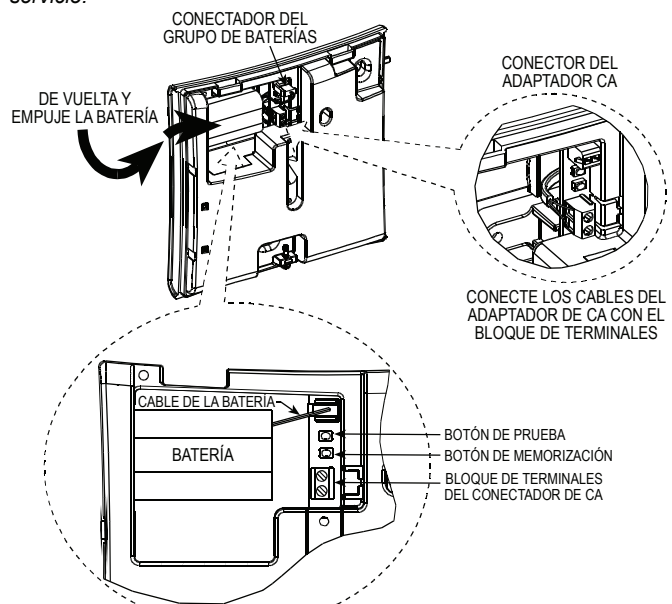

Figura 2 – Inserción del Grupo de Baterías
- B. Presione el botón de memorización del repetidor y libérela (véase la Figura 2); el LED naranja parpadea durante 10 seg.